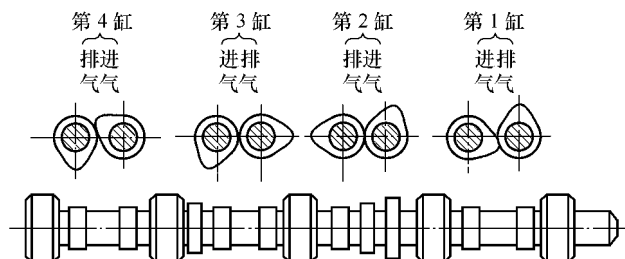

图 3-2 发动机在压缩行程上止点时第一缸进气门凸轮桃尖垂直向上
(2) 打开气门室罩看第一缸凸轮的桃尖是否垂直向上,见图 3-2。